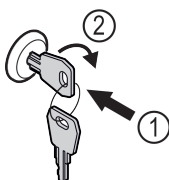

Fig. 152 Príklad zobrazenia
- Zatlačte kľúč Fig. 152 (1).
- Otočte kľúč o 90° v smere hodinových ručičiek Fig. 152 (2).